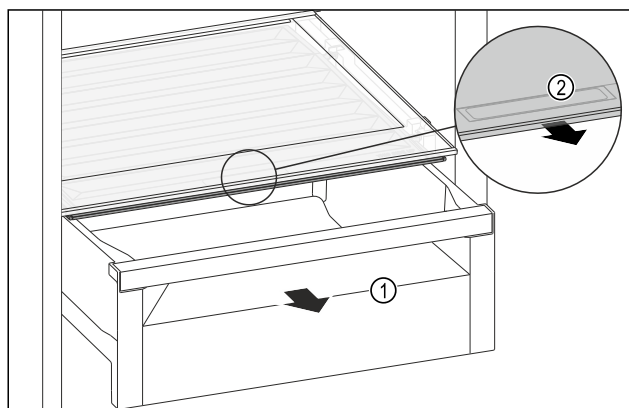

Fig. 141
- Schubfach Fig. 141 (1) herausziehen.
- Griffmulde Fig. 141 (2) am Fachdeckel anfassen und Fachdeckel gleichzeitig nach vorne ziehen.